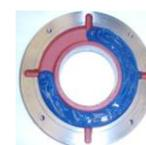

Figura 7.3: Anel de fixação externo do mancal
- Preencher  $\frac{3}{4}$  do depósito dos anéis de fixação interno e externo com a graxa recomendada (Figura 7.3) e lubrificar o rolamento com quantidade suficiente de graxa antes de montá-lo;